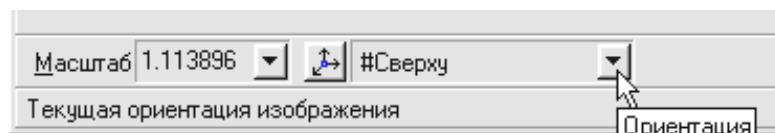

Рис. 5.8.
2. Виберіть орієнтацію деталі: активізуйте горизонтальну площину, рис. 5.8. Встановіть орієнтацію деталі *Вид зверху* або *Нормально до ...*, рис. 5.8.